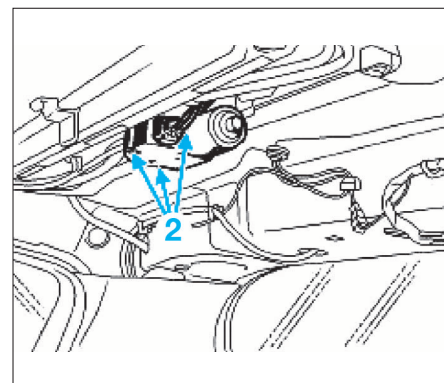

FIG. 110
- les vis de fixation (2) du moteur (à la repose, serrer à 0,4 daN.m) (Fig.110),